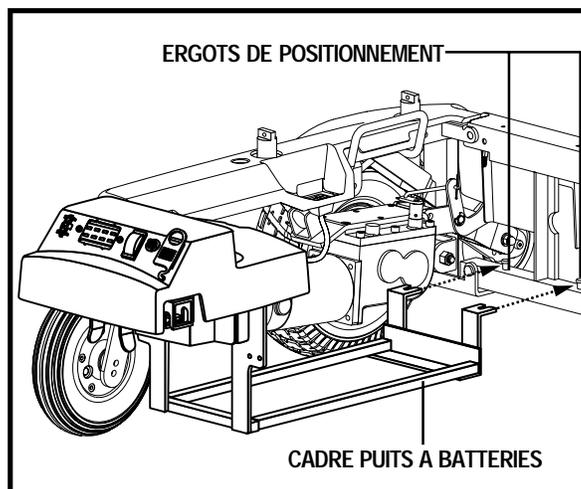

Figure 20. Assemblage puits à batteries
2. Prenez l'élément avant et alignez la fente sur la barre transversale inférieure avant avec l'ergot de positionnement situé sur la partie inférieure du cadre de la base. Voir la figure 20.
6. Positionnez les encoches sur le devant du cadre à batteries sur les ergots situés sur la barre transversale inférieure avant. Voir la figure 20.